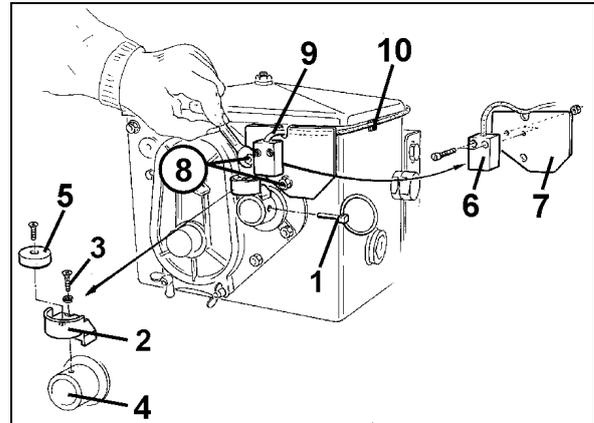

Fig. 9
1. Retirez la goupille agricole (Fig. 9/1, reliant l'arbre d'agitation à l'entraînement).
2. Vissez sur l'arbre creux du boîtier sélecteur (Fig. 9/4) le support d'aimant (Fig. 9/2) en utilisant une vis taraudeuse M4 x 10 (Fig. 9/3) et une rondelle grower.
3. Percez d'abord un trou (\varnothing 3,6 mm) dans l'arbre creux (Fig. 9/1) du boîtier sélecteur en utilisant la mèche fournie dans le colissage;
4. Vissez l'aimant (Fig. 9/5) sur son support en utilisant une vis taraudeuse M4 x 10.
5. Vissez le capteur (Fig. 9/6) sur le support (Fig. 9/7).
6. Fixez le support du capteur (Fig. 9/7) sur le boîtier sélecteur en utilisant deux écrous du carter du boîtier (Fig. 9/8).
7. Acheminez le câble du capteur (Fig. 9/9) jusqu'à la cabine du tracteur.
8. Fixez le câble au semoir en utilisant les plaquettes adhésives (Fig. 9/10) et les sangles fournies. Les surfaces d'adhésion doivent être dégraissées et propres.
9. Brochez la goupille agricole (Fig. 9/1) dans le trou pratiqué dans l'arbre creux du boîtier sélecteur.